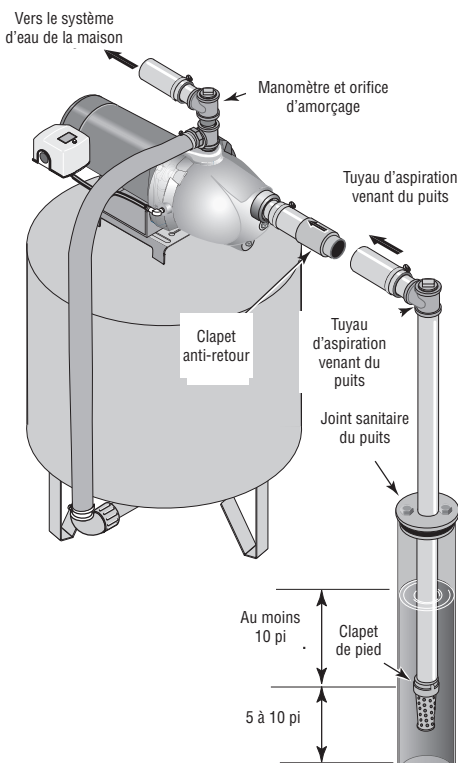

Figure 2 - Installation dans un puits à tubage
Installation sur un puits à tubage de 2 pouces de diamètre ou plus grand (Figure 2)
- 2 ° Brancher le clapet de pied, la crépine et le tuyau du puits (voir la Figure 2). S'assurer que le clapet de pied fonctionne librement.
- 4 ° Poser le té d'amorçage, le bouchon d'amorçage et le tuyau d'aspiration sur la pompe (voir la Figure 2). Brancher le tuyau provenant du puits sur l'orifice d'aspiration de la pompe en utilisant le moins possible de raccords - en particulier des coudes - étant donné que les raccords augmentent le frottement de l'eau dans les tuyaux (il faut toutefois ajouter un clapet de pied — voir la Figure 2). Le diamètre du tuyau d'aspiration doit être au moins aussi grand que le diamètre de l'orifice d'aspiration de la pompe. Supporter le tuyau de façon qu'il ne soit pas cintré afin qu'il n'exerce pas de contraintes sur le corps de la pompe; de plus, il doit être légèrement incliné vers le haut, du puits jusqu'à la pompe (les points hauts risquent de causer des poches et des bouchons d'air dans la pompe). Rendre étanches les raccords du tuyau d'aspiration avec du ruban d'étanchéité en PTFE pour filetage ou une pâte pour raccords filetés à base de PTFE. Les raccords doivent être étanches à l'air et à l'eau. Si le tuyau d'aspiration aspire de l'air, la pompe ne pompera pas l'eau du puits.